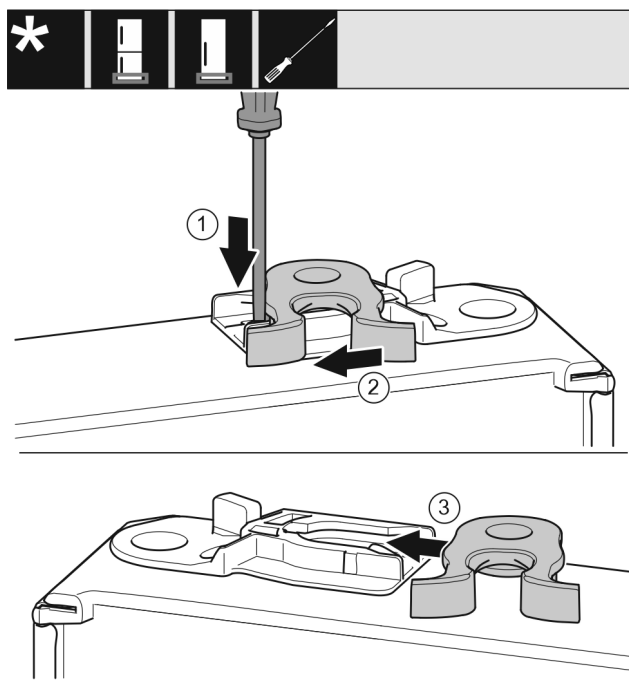

Fig. 22
- Plochým šroubovákem přitlačte lamelu Fig. 22 (1) dolů.
- Vytáhněte petlici Fig. 22 (2) z vedení.
- Petlici Fig. 22 (3) zasuňte do vedení na druhé straně.